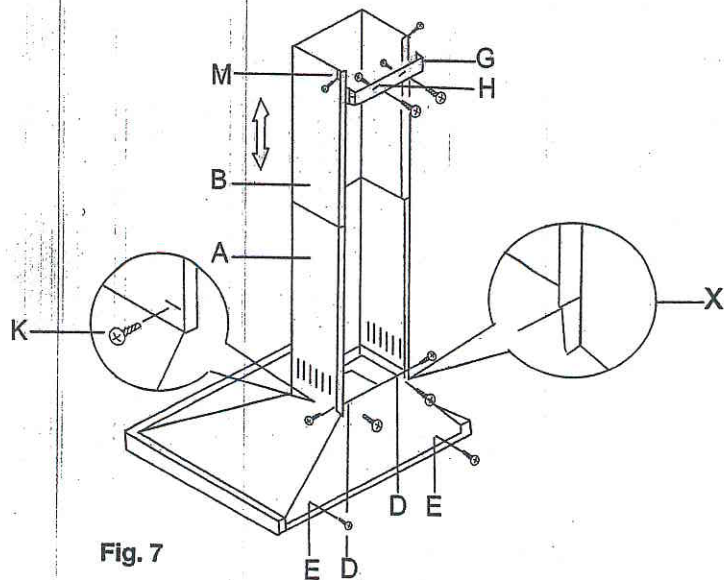

Fig. 7
2. Mettez la partie basse du capot „A“ sur la cime de la hotte et veillez à bien ajuster la position des agrafes de capot (marquées „X“ dans la Fig. 7) sur la partie arrière de la
3. Fixez le capot „A“ sur la hotte à l'aide de deux vis „K“ qui sont livrées dans un sachet avec l'accessoire (Fig. 7).
6. Prenez l'élément de fixation „G“ (Fig. 7
8. Dans les trous, mettez les goujons (chevilles) livrés, placez l'élément de fixation „G“ (Fig. 7 – page précédente) et fixez-le au moyen des vis livrées.
9. Soulevez la part mobile „B“ au plafond et fixez-le à l'élément de fixation „G“ de façon que vous passez les vis livrées dans les trous „M“ (Fig. 7 – page précédente).